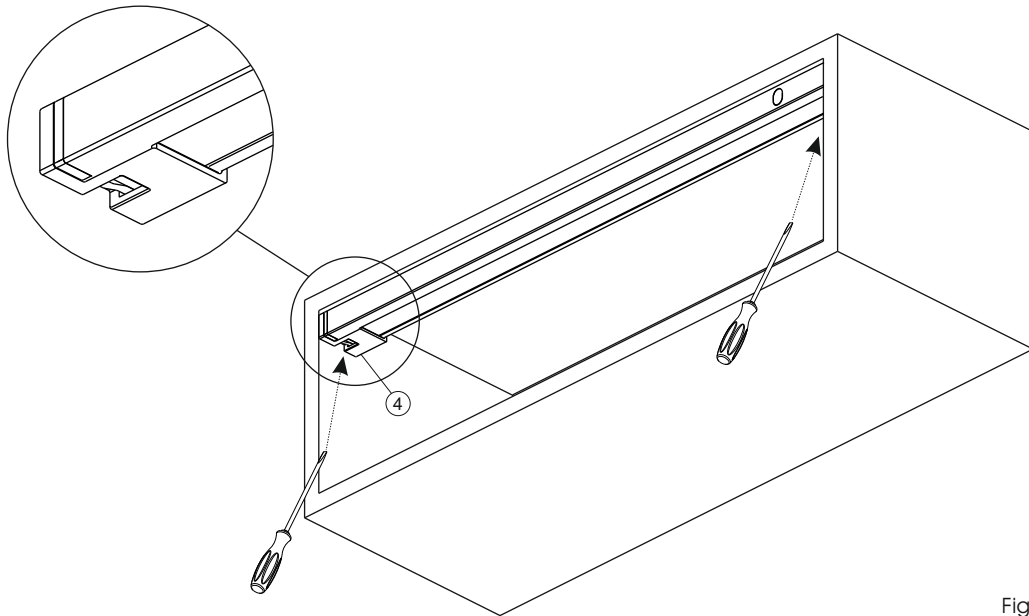

Fig. 3
Si fuera necesario quitar la lámpara del mueble: inserte una herramienta en los orificios laterales (4) presentes en los cabezales, presione sobre el gancho y al mismo tiempo tire hacia el exterior de la lámpara. Esta operación ha de ser efectuada en ambos lados de la luminaria (fig. 3).